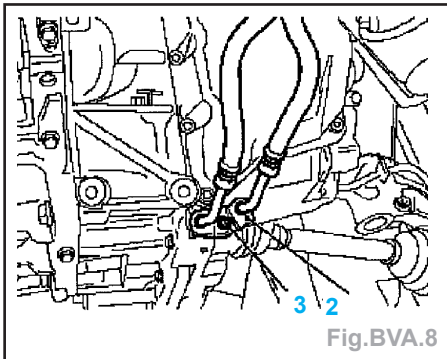

Fig. BVA.8
- Démontez la conduite de refroidissement d'huile (2) en dévissant l'écrou (3) et obturer les orifices de la boîte (Fig.BVA.8).